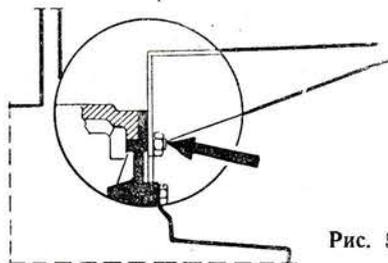

Рис. 5
2. Поставить кронштейн радиатора на шпильки фланца картера (рис. 5), поставить шайбы, ключом 14 мм завернуть шесть гаек крепления крышки картера и